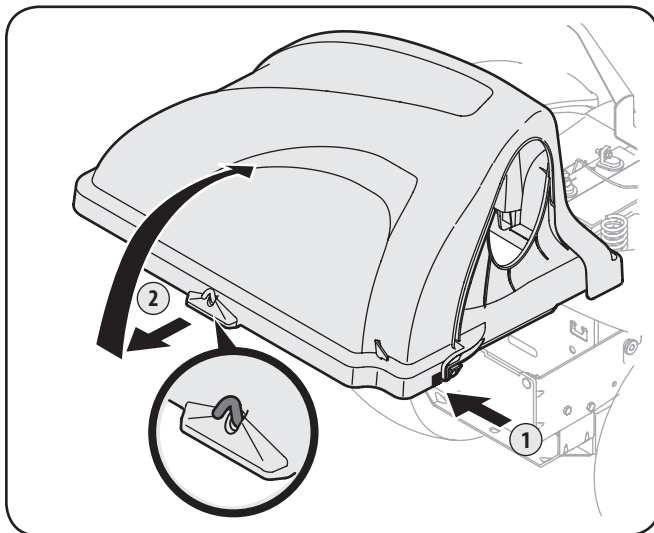

Figura 5-1
2. Abra el capó empujando hacia adentro la lengüeta posterior derecha con la mano derecha, como se ve en 1 de la Figura 5-1, y levantando la cubierta con la mano izquierda en el centro de la parte posterior de la cubierta de la embolsadora, 2.